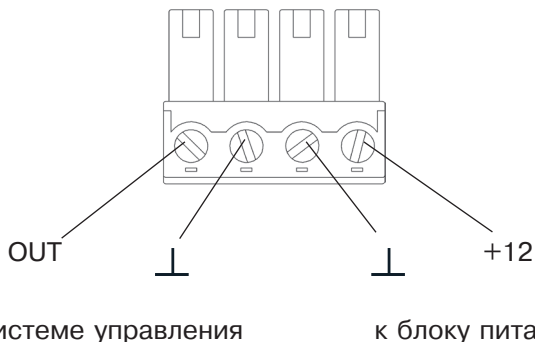

Рисунок 4. Подключения контактов разъемного клеммника
- Вынуть разъемный клеммник (2) из гнезда датчика.
- Подключить провода к разъемному клеммнику (2) согласно рис. 4.
- Вставить разъемный клеммник (2) в гнездо датчика.
- Присоединить, соблюдая полярность, выходные контакты (OUT и \perp) разъемного клеммника (2) датчика к внешней системе управления (рис. 4).
- Подключить, соблюдая полярность, контакты +12 и \perp разъемного клеммника (2) к внешнему источнику питания (приобретается отдельно) (рис. 4).
- Включить внешний источник питания в сеть, убедиться в наличии индикации светодиода «Сеть» (1).